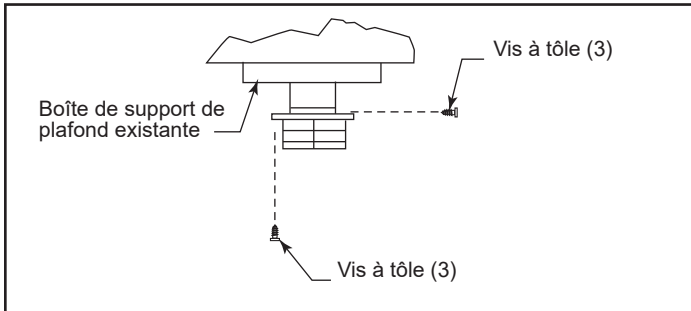

Figure 3.48
5. Tirez le tuyau flexible vers le bas à travers la boîte de support du plafond jusqu'à ce qu'il dépasse d'environ 76 mm (3 po). Connectez le tuyau flexible au rétroconnecteur en le glissant dans le manchon de diamètre de 121 mm (4-3/4 po) situé sur le dessus du connecteur. Utilisez trois (3) vis à tôle pour assembler ces deux pièces.
- Poussez le tuyau flexible dans la boîte de support de plafond, centrez le rétroconnecteur, et fixez-le à la boîte de support ou au manchon décoratif pour tuyau à double paroi plein, au moyen des vis à tôle fournies. Les trous du rétroconnecteur sont préperforés (figure 3.48).